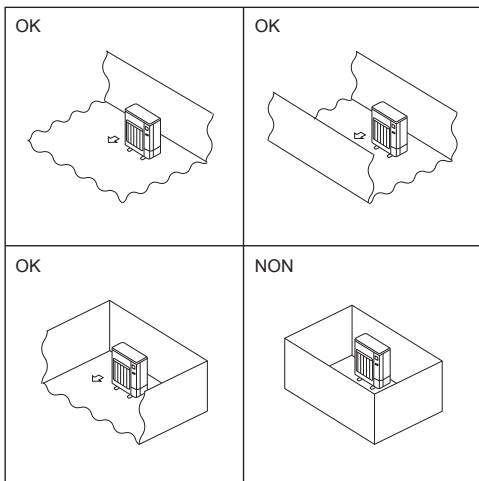

Fig. 2-2
- ⊗ Installer l'appareil extérieur à un endroit où l'une des quatre faces au moins est libre, et dans un espace suffisamment grand sans dépressions. (Fig. 2-2)